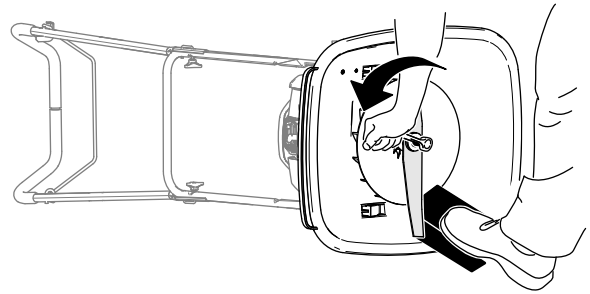

Figuur 42
5. Gebruik de sleutel die is meegeleverd met de machine om het mes te verwijderen door de mesbout linksom te draaien (Figuur 42).